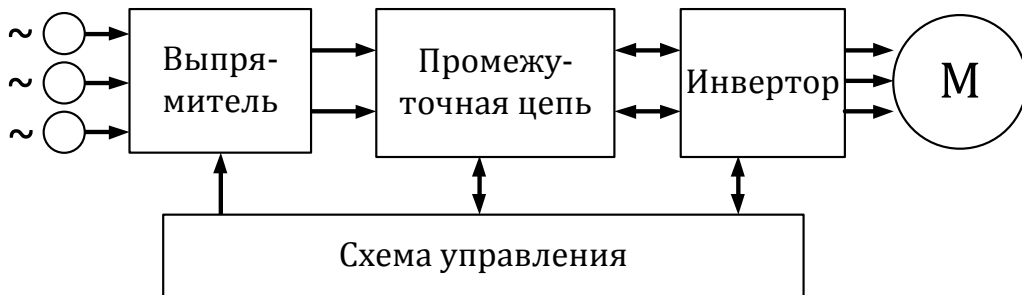
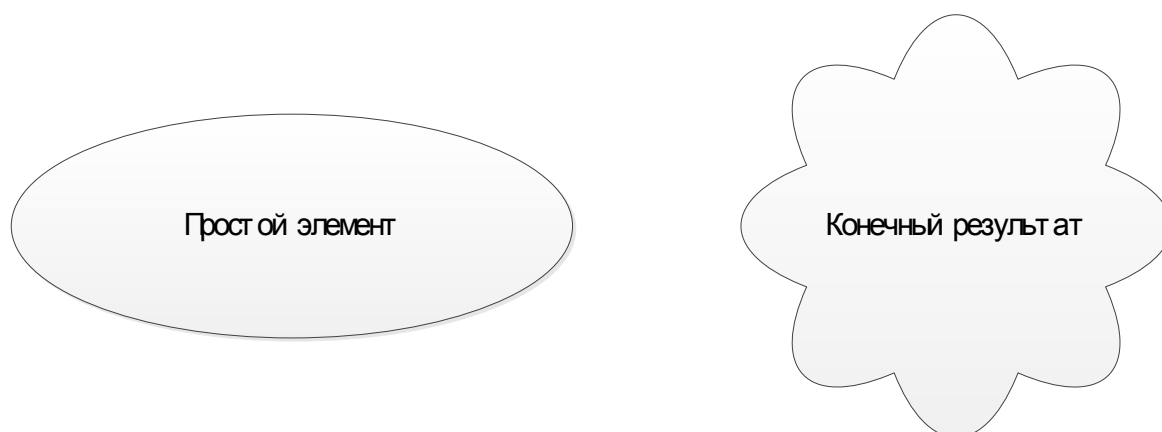

Рисунок 3 – Схема для вычерчивания
Рисунок 4 – Пример решения задачи №3
6. Вычертить заданную фигуру в следующей последовательности. Вычертить оси и исходный фрагмент учитывая, что левая крайняя точка находится на расстоянии 75 мм от пересечения осей, а горизонтальная линия имеет длину 20 мм и находится на расстоянии 20 мм от горизонтальной оси.. С помощью инструмента «Зеркало» получить фигуру рис.1. Используя редактирование повернуть полученный рисунок с опциями «базовая точка», «копировать» на угол 90, 180, 270 (рис.2). Выполнить сопряжение прямых сегментов радиусом 15мм (рис.3). Построить окружности, диаметры которых 20 и 50 мм (рис.3). Попробовать достроить объект до рис. 4 с использованием команд МАССИВ и ПОДОБИЕ. Объединить все отрезки и дуги в полилинию. Отредактировать осевые линии на полученном рисунке.